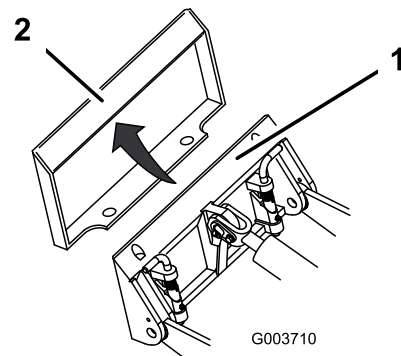

Figura 25
- Posizionate la piastra di appoggio nel bordo superiore della piastra ricevente dell'attrezzo (Figura 25).